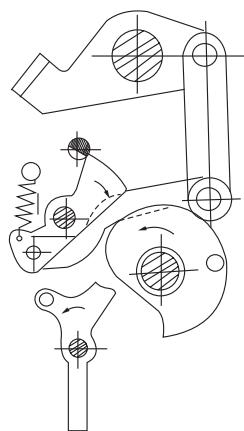

图7 闭合位置
- c) 闭合位置(见图7)。按“|”按钮或释能电磁铁动作，使顶板8逆时针转动，贮能弹簧释放能量，方轴带动凸轮逆时针转动，使连杆1上滚子沿着凸轮滚动，连杆上升，推动主轴旋转而使触头闭合。